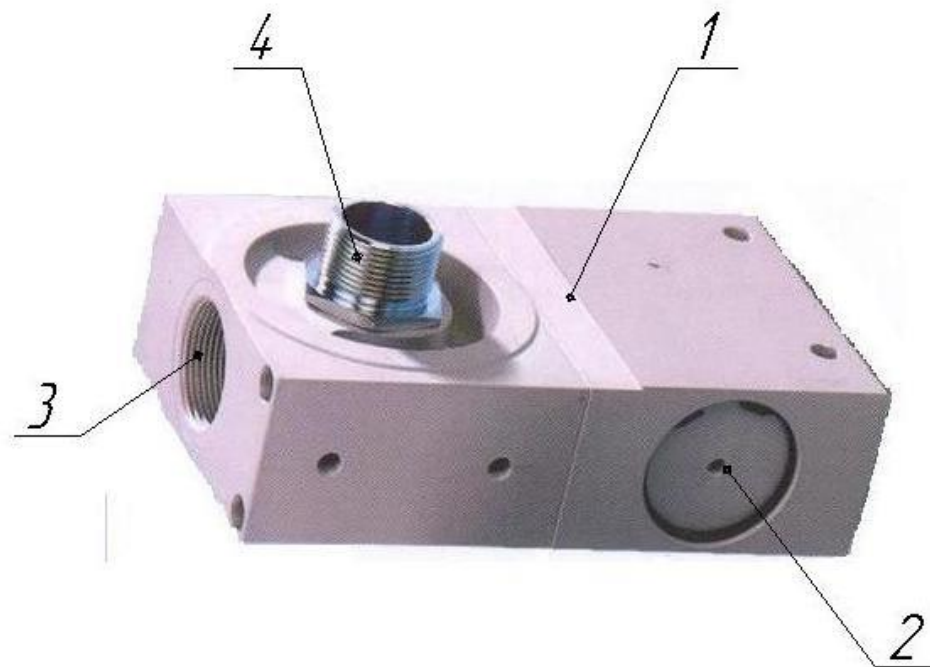

Рисунок 10. Блок распределения.
4.1.7 Блок распределения (рис.10) предназначен для обеспечения оптимального теплового режима установки, посредством срабатывания термостата.